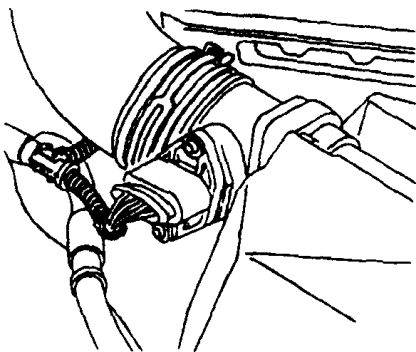

图 1-12 拔下空气流量计的电线插头
(9) 松开散热器上水管的夹箍, 拔下散热器的上水管。
(10) 旋松冷却风扇的 4 个紧固螺栓, 拆下冷却风扇和散热器。
(11) 拔下空气流量计的电线接头, 如图 1-12 所示。